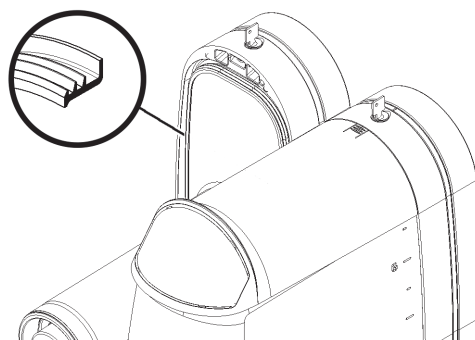

Bild 21
- 4** Die Dichtung des Behälters wieder in ihren Sitz einsetzen. **BITTE BEACHTEN:** der größere Durchmesser muss sich dabei an der hinteren Wand befinden (Bild 21).